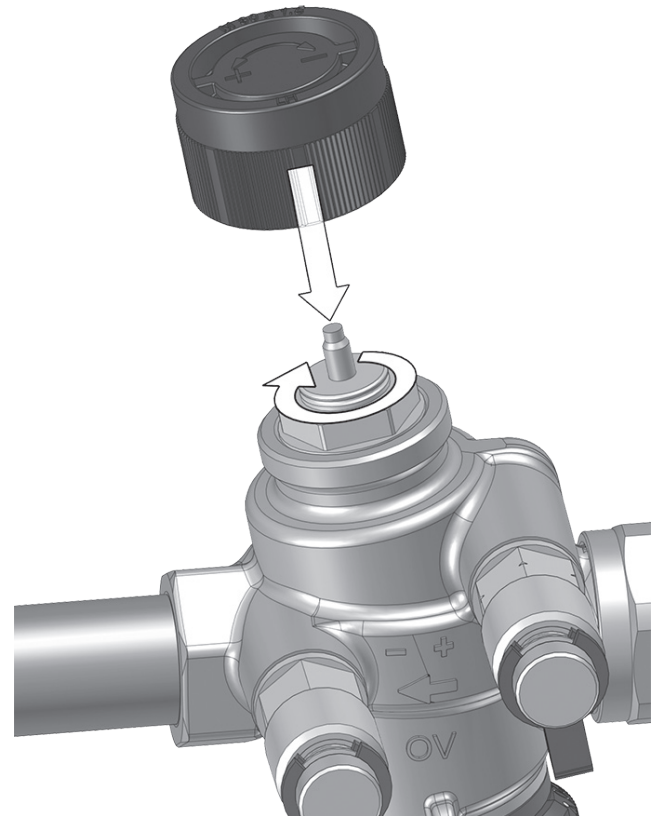

Fig. 8: Fermeture
- 1 Fermer la vanne par exemple à l'aide du capuchon de protection (voir Fig. 8).
Visser le capuchon de protection fourni sur le raccordement fileté M 30 x 1,5 (voir Fig. 8).